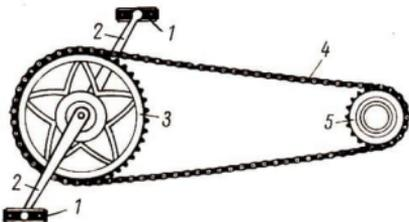

Bild 5 Teile zur Kraftübertragung
3. Benenne die Teile zur Kraftübertragung im Bild 5!